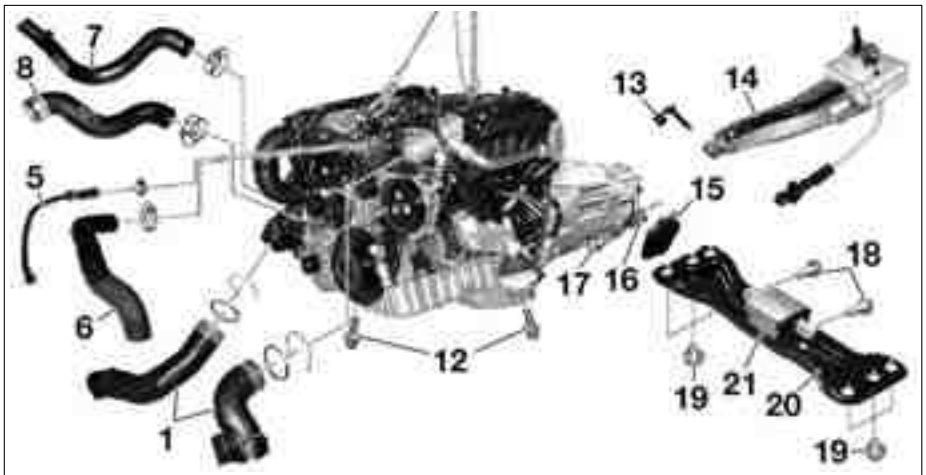

FIG. 58
- los manguitos de aire de sobrealimentación (1) (fig. 58).